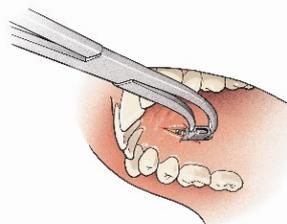
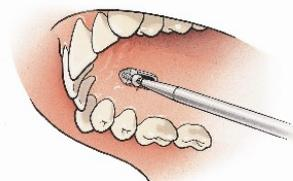

Abb. 3
Abb. 4
Die Abutmentplatten (Ref. 03-800A) werden subperiostal auf der Knochenoberfläche platziert (Abb. 3). Es ist darauf zu achten, dass die Abutmentplatten hoch genug, waagrecht und einander gegenüberliegend angebracht werden. Die Abutmentplatten sind mit links (L) und rechts (R) gekennzeichnet. Die Platten werden mit 7 mm langen monokortikalen selbstbohrenden Schrauben mit einem Durchmesser von 2,0 mm (Ref. 70-707S) fixiert (Abb. 4).